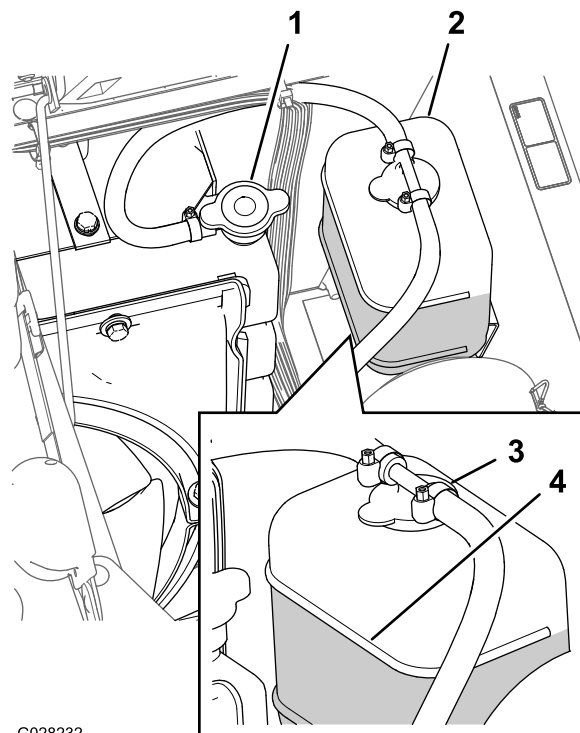

Figura 90
3. Retire cuidadosamente el tapón del radiador y el tapón del depósito de expansión (Figura 90).
Nota: El radiador debe llenarse hasta la parte superior del cuello de llenado, y el depósito de expansión debe llenarse hasta la marca Full (lleno) del depósito (Figura 90).
- Si el nivel de refrigerante es bajo, retire el tapón del depósito de expansión y el tapón del radiador, y llene el depósito de expansión hasta la marca Lleno y el radiador hasta la parte superior del cuello de llenado. Figura 90
- Coloque el tapón del radiador y el tapón del depósito de expansión (Figura 90).
- Espere hasta que se haya enfriado el motor, luego retire el tapón del radiador (Figura 90).
- Retire el tapón del radiador (Figura 90).
- Arranque el motor con el tapón del radiador aflojado (Figura 90).
- Una vez que el refrigerante se ha calentado, añada más refrigerante hasta que el nivel llegue a la superficie sellante del tapón, y apriete el tapón (Figura 90).
- Abra el tapón del depósito de expansión y llene el depósito con refrigerante hasta el nivel de "Frío" (Figura 90).